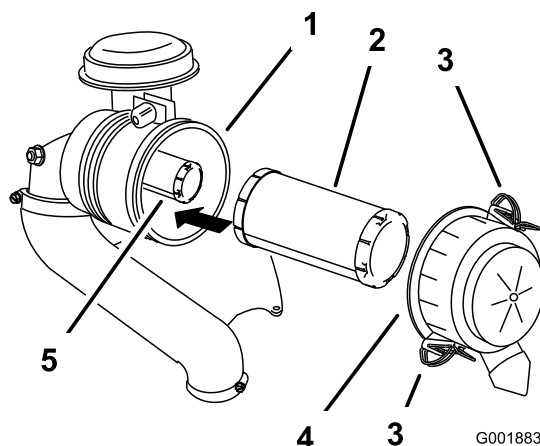

Figure 29
- Ouvrez les dispositifs de verrouillage du filtre à air et détachez le couvercle du boîtier du filtre (Figure 29).
- Sortez le préfiltre du boîtier du filtre avec précaution (Figure 29).
2. Si vous remplacez l'élément de sécurité, glissez-le avec précaution dans le boîtier du filtre à air (Figure 29).
3. Placez ensuite le préfiltre sur l'élément de sécurité avec le même soin (Figure 29).
4. Reposez le couvercle du filtre à air, le côté portant l'inscription **UP** en haut, puis verrouillez-le en place (Figure 29).